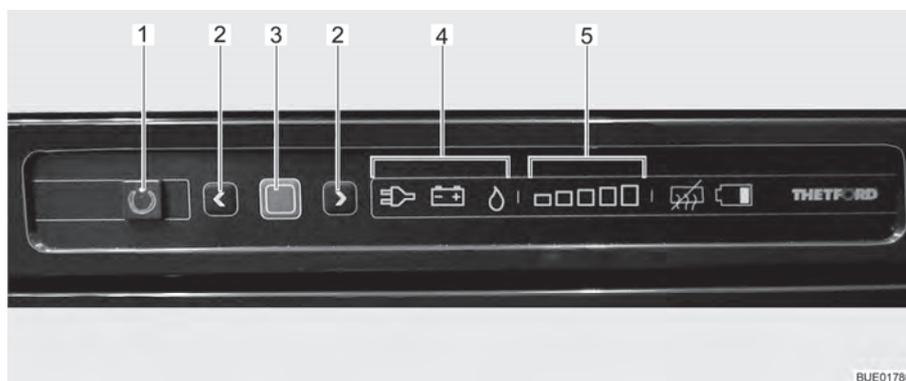

Fig. 123 Boutons de commande pour le réfrigérateur
Le mode de fonctionnement actuel est indiqué par un symbole éclairé (Fig. 123,4) sur l'unité de commande.
Lorsque le réfrigérateur est mis en marche, il choisit automatiquement la dernière température du thermostat sélectionnée. Ce réglage peut cependant être corrigé manuellement à l'aide des touches fléchées (Fig. 123,2). Les barres lumineuses de l'affichage du degré de réfrigération (Fig. 123,5) indiquent le réglage sélectionné du thermostat. La température de réfrigération de tous les trois types d'énergie est réglée avec les touches fléchées. Il faudra attendre quelques heures jusqu'à ce que le réfrigérateur ait atteint sa température normale de réfrigération. Il garde toutefois son réglage de température lorsqu'on change d'un mode à un autre. La température de réfrigération est maintenue indépendamment du type d'énergie choisi.
- Appuyer sur la touche Marche/Arrêt (Fig. 123,1) pendant 1 seconde. La touche (Fig. 123,1) s'allume en vert. L'affichage devient plus sombre pour des raisons d'économie d'énergie au bout d'env. 10 secondes.
- Appuyer sur la touche de confirmation (Fig. 123,3) pendant env. 2 secondes. Les symboles des modes de fonctionnement (Fig. 123,4) clignotent.
- Pour changer de mode de fonctionnement, appuyer sur les touches fléchées (Fig. 123,2).
- Pour le régime au gaz, choisir le mode de fonctionnement avec les touches fléchées (Fig. 123,2). L'arrivée de gaz est ouverte. L'allumage s'effectue de manière automatique. Un tic-tac est distinctement perceptible jusqu'à ce que la procédure d'allumage soit effectuée avec succès.
- Appuyer sur la touche de confirmation (Fig. 123,3).
- Appuyer de nouveau sur la touche de confirmation (Fig. 123,3). Le degré actuel de refroidissement est indiqué par les barres lumineuses (Fig. 123,5).
- Pour changer le réglage, appuyer sur les touches fléchées (Fig. 123,2) jusqu'à ce que le réglage désiré soit affiché.
- Appuyer sur la touche Marche/Arrêt (Fig. 123,1) pendant env. 2 secondes. Toutes les lampes s'éteignent. Le réfrigérateur est coupé.